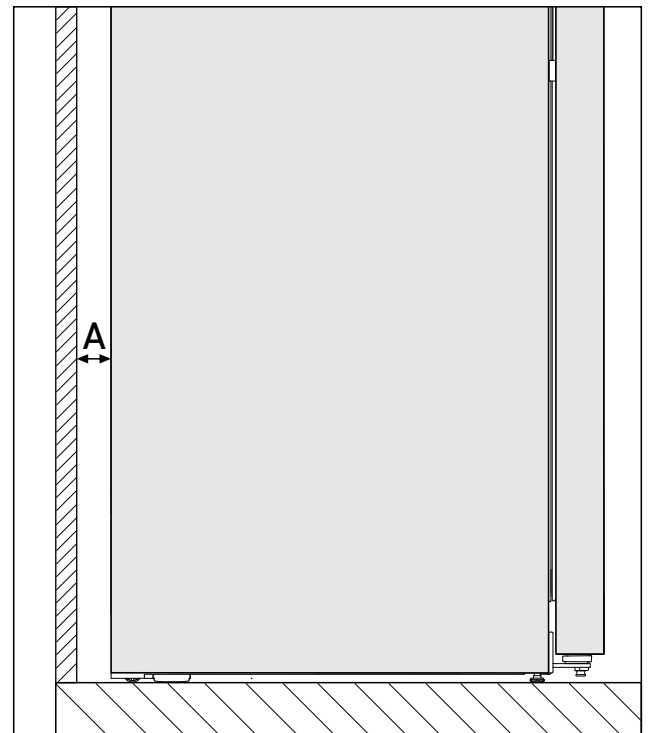

Fig. 3 *
Потребление электроэнергии определено при расстоянии Fig. 3 (A) между задней стенкой устройства и стеной помещения. Расстояние до стены помещения менее Fig. 3 (A) не влияет на функциональность устройства, но незначительно увеличивает потребление электроэнергии устройства.*